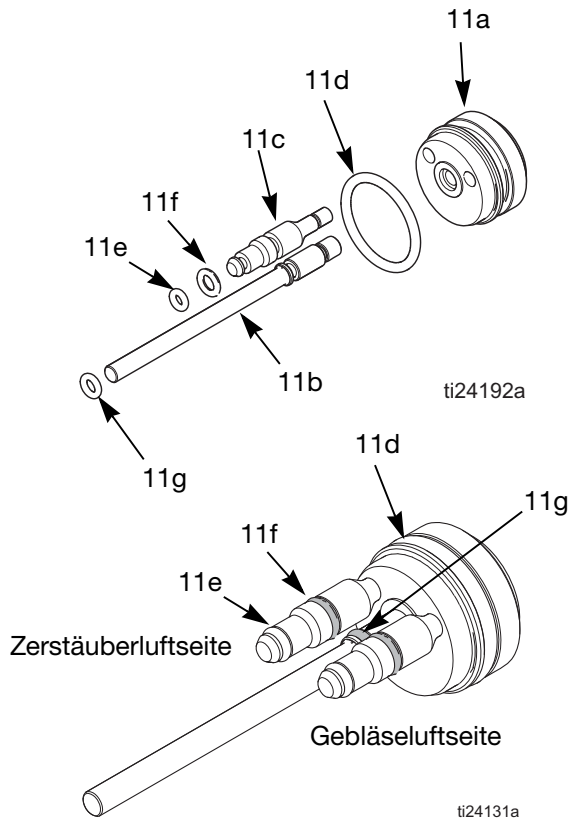

ABB. 24. O-Ringe Kolben
4. Die Kolbenkappe (13) von der Rückseite der Pistole entfernen.
5. Auf die Kolbenstange (11) drücken, um den Kolben hinten aus der Pistole hinauszudrücken.
6. Die O-Ringe (11d, 11e, 11f und 11g) auf Beschädigung prüfen. Siehe Tabelle 3 und ABB. 24.
9. Die Feder (12) und den Kolbendeckel (13) einbauen.